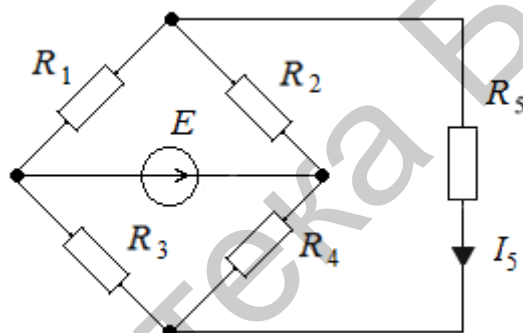

Рис. 140
73. Определить методом эквивалентного генератора ток I_5 в сопротивлении R_5 (рис. 140), если $E = 50$ В; $R_1 = 10$ Ом; $R_2 = 10$ Ом; $R_3 = 5$ Ом; $R_4 = 15$ Ом; $R_5 = 1,25$ Ом.